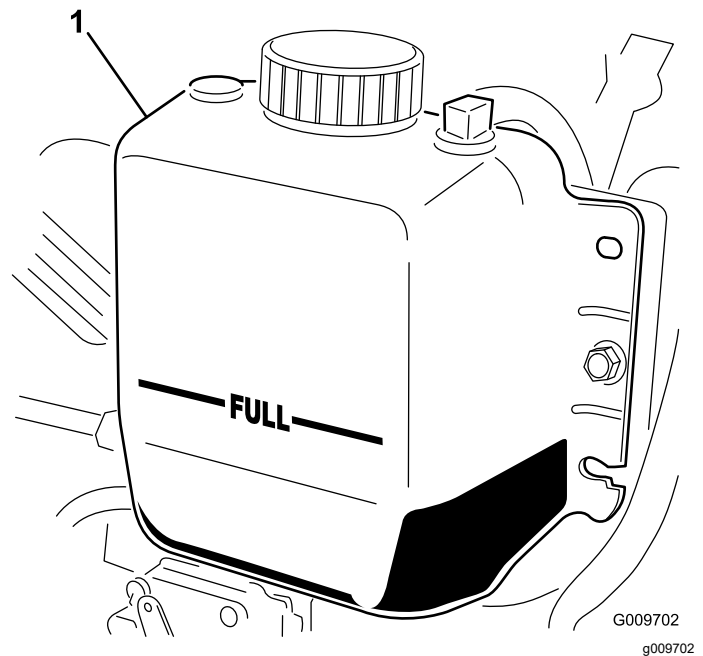

Figura 62
2. Controllate il livello del refrigerante nel radiatore. Il radiatore deve essere riempito fino alla parte superiore del collo del bocchettone ed il serbatoio di espansione fino al segno di pieno FULL (Figura 62).